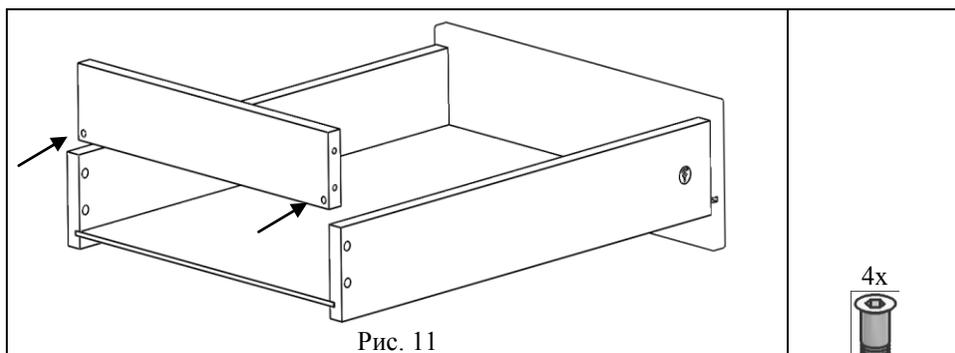

Рис. 11
5.2.1.2. На сборку по п. 5.2.1.1 установить боковину ящика правую (поз. 9), боковину ящика левую (поз. 8) (см. рис. 11). В отверстия боковин вставить эксцентрики EC03ZL/16 (поз.5, пакет №171) (рис. 11а) стрелкой в направлении стенки передней и повернуть эксцентрик по часовой стрелке 180° max. (См. рис. 11а, 11б).
Рис. 11а